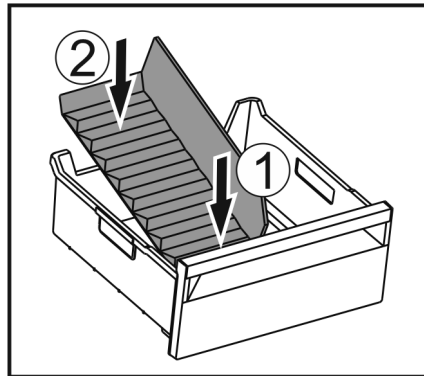

Fig. 127
- ▶ Introduceți partea frontală a separatorului pentru compartimentul de gheață. Fig. 127 (1)
- ▶ Coborâți partea posterioară a separatorului pentru compartimentul de gheață până la baza sertarului. Fig. 127 (2)